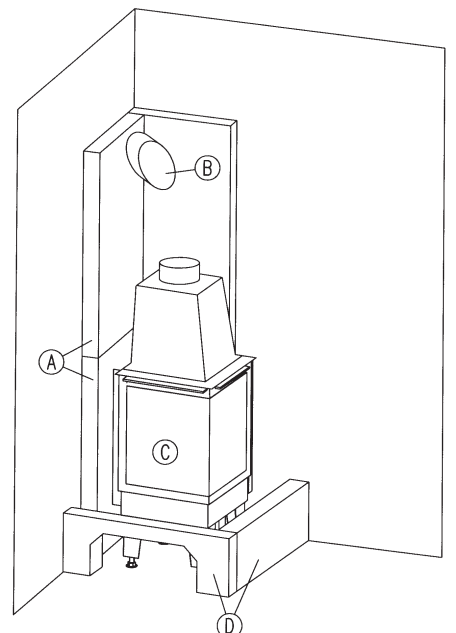

Abb. 3
5.2 Richten Sie den Sockel mit einer Wasserwaage senkrecht und waagrecht aus. (**Abb. 3**)